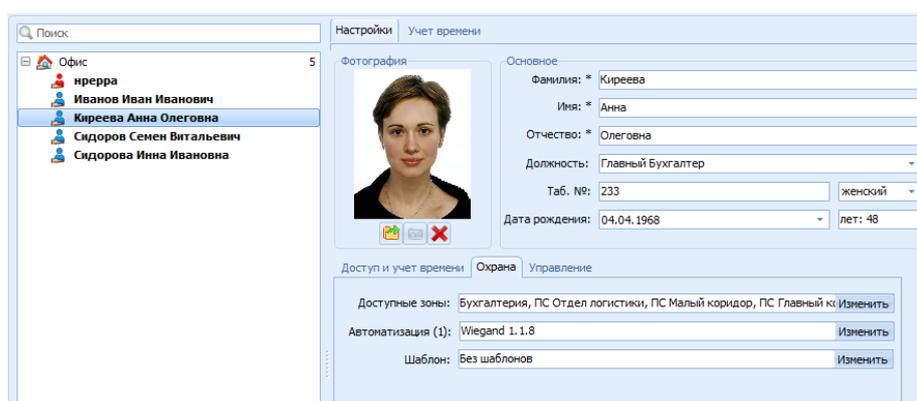

Рис. 35 Окно добавления нового сотрудника, вкладка Охрана
- **Шаблон безопасности** (Рис. 35). Подробно раздел **Охрана** описан выше при редактировании свойств головного объекта. См. 23.2 вкладка Охрана,